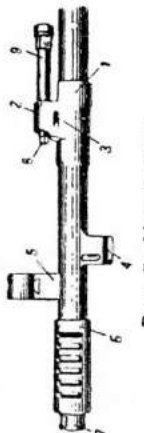

Рис. 5. Газульник:
6. Надульник (рис. 5) имеет: на заднем конце раструб для крепления кожуха; газовую камеру для отвода части газов из ствола, в которой крепятся регулятор и патрубок; поперечное овальное отверстие для клина; нижний выступ, в котором крепится защелка шомпола и при помощи этого же выступа крепится штык на винтовке; верхний выступ для крепления мушки и дульный тормоз со втулкой для уменьшения энергии отдачи и придания стабильности стволу при стрельбе. В винтовках первого выпуска в дульном тормозе было 12 узких окон, а в выпускаемых в настоящее время винтовках в дульном тормозе имеется 4 широких окна.